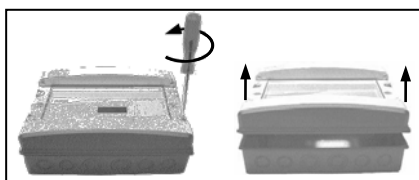

Abb. 2
2. Lösen Sie die 4 Schrauben mit einem Schraubendreher. Nehmen Sie durch Anheben die Abdeckung ab (Abb. 2).